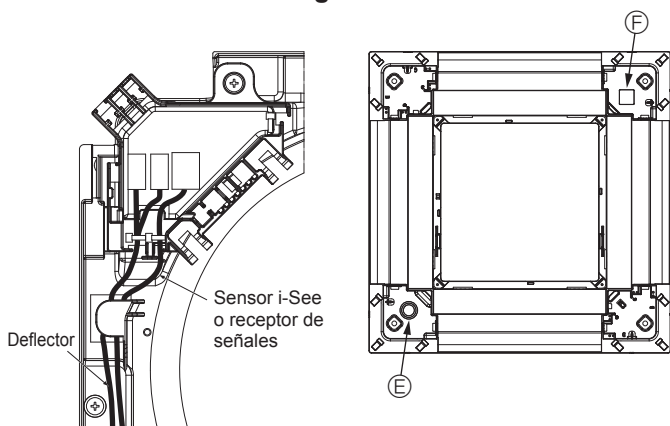

Fig. 10-13
- Coloque los cables del sensor i-See y del receptor de señales como se indica en la Fig. 10-13.